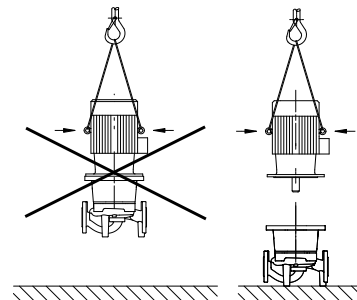

Fig. 7: Transport silnika
- Uchwyty transportowe na silniku służą wyłącznie do transportu silnika, a nie całej pompy (Fig. 7).